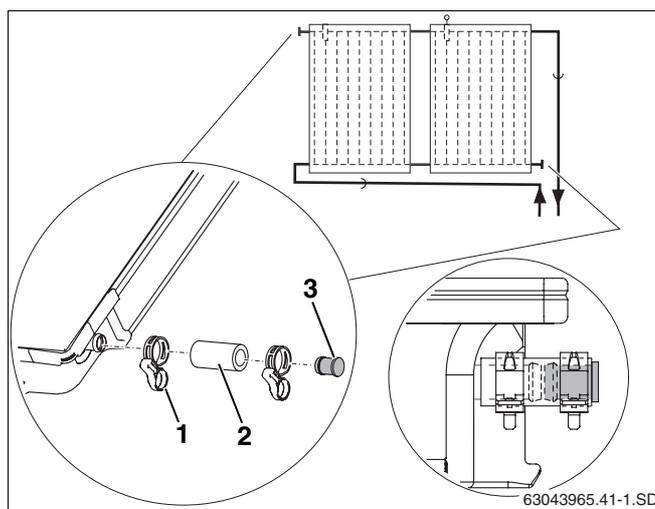

Рис. 40 Установка заглушек и пружинных хомутов
- Надеть шланги 55 мм (рис. 40, **поз. 2**) с предварительно установленными на них заглушками на оба свободных штуцера поля коллекторов.